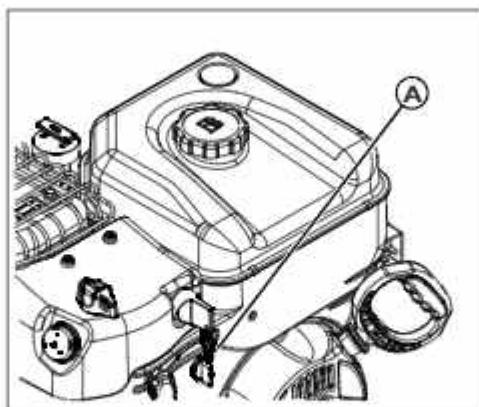

Рис. 22
1. Поверните ключ зажигания (рис. 22, поз. А) в положение ВыКЛ. Выньте ключ зажигания или ключ вкл/выкл [в зависимости от комплектации].